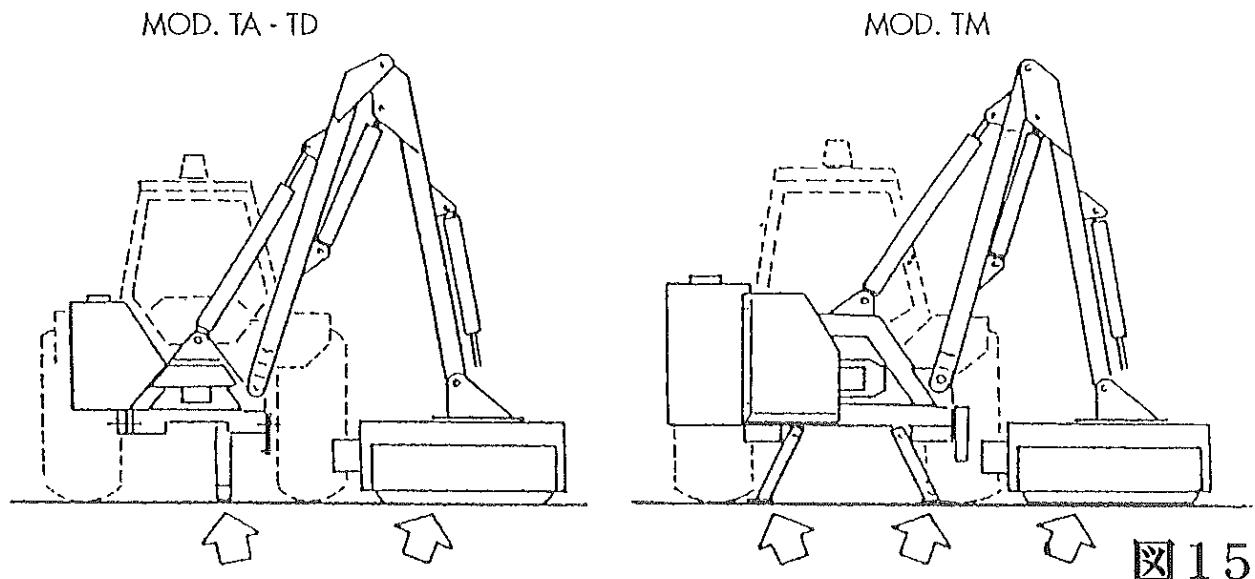

図15
- ・ トラクターの油圧リフトで、スタンドを下側に降ろしロックし、ブームを畳みカッターヘッド部を下側にしたうえで本機を地面に降ろします。（図15）